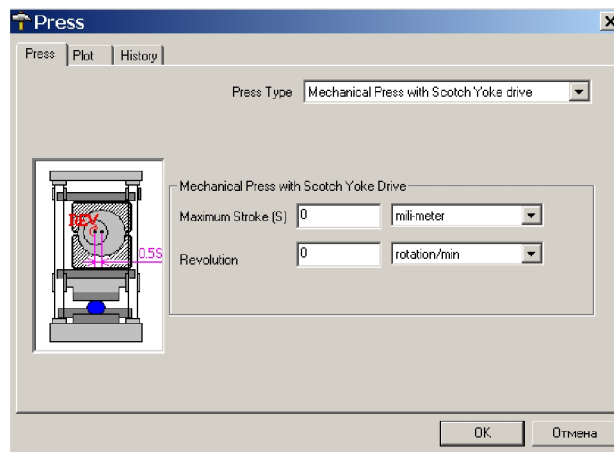

Рис. 2.7. Параметры для механического эксцентрового пресса
**МЕХАНИЧЕСКИЕ ЭКСЦЕНТРИКОВЫЕ ПРЕССА.** На рис. 2.7 показано окно, позволяющее определить параметры механического эксцентрового пресса.